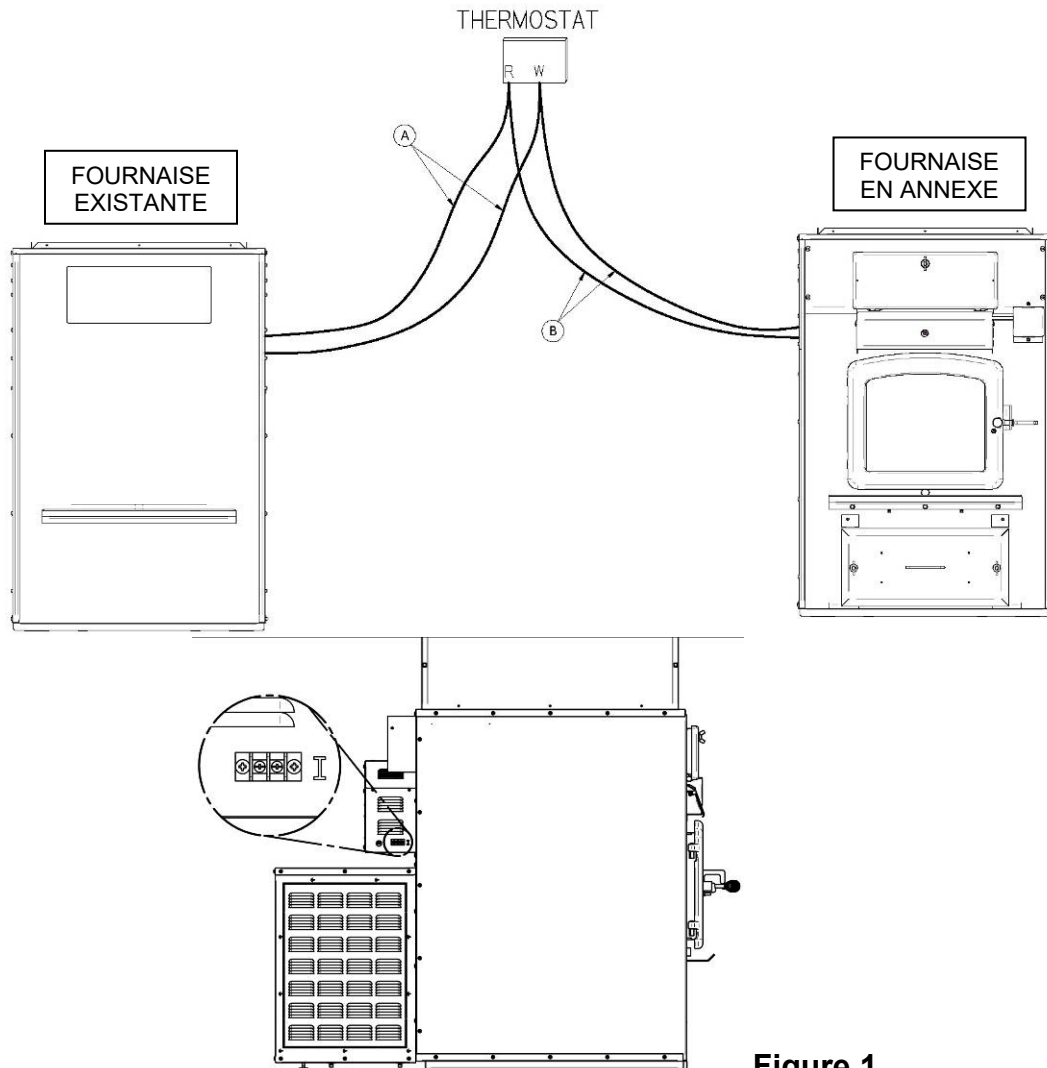

Figure 1
- 1- À partir du bornier de la fournaise existante, relier 2 nouveaux fils (B) au fils existant (A) du thermostat et les fixer au terminal sur la carte électronique identifié « I » (interlock) de la fournaise en annexe (voir **Figure 1**).
- 2- À partir du thermostat branché à la fournaise existante, raccorder 2 nouveaux fils (B) sur les bornes R et W de votre thermostat et les fixer au terminal sur la carte électronique identifié « I » (interlock) de la fournaise en annexe (voir **Figure 1**).